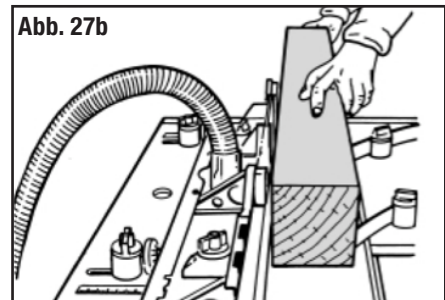

Abb. 27b
4. Setzen Sie die Abstandhalter wieder an der Rückseite der MDF-Anschlagsleiste ein und drehen Sie dann das Werkstück, bevor Sie den zweiten Frässchritt durchführen (siehe Abb. 27b).